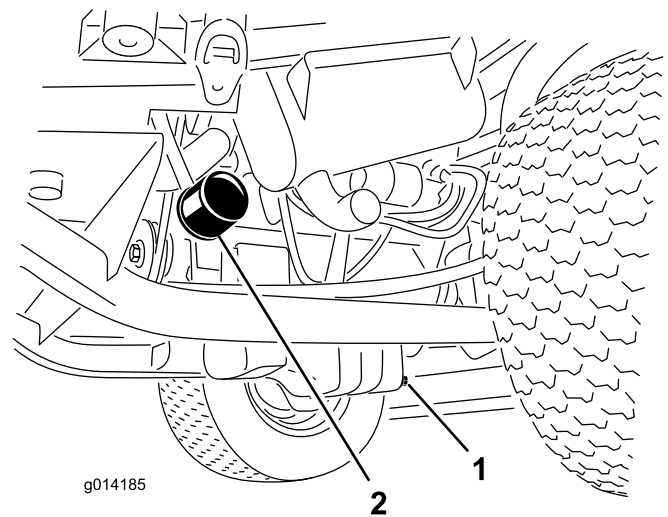

図 36
3. オイルフィルタ 図 36 を外す。
1. ドレンプラグ 図 36 を外してオイルを容器に受ける。